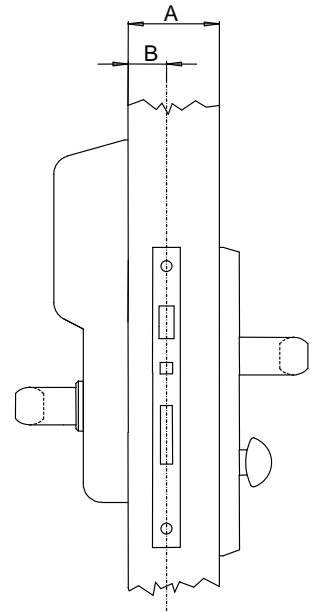

Figura P1
1. rilevare le misure di A e B (vedi figura P1);